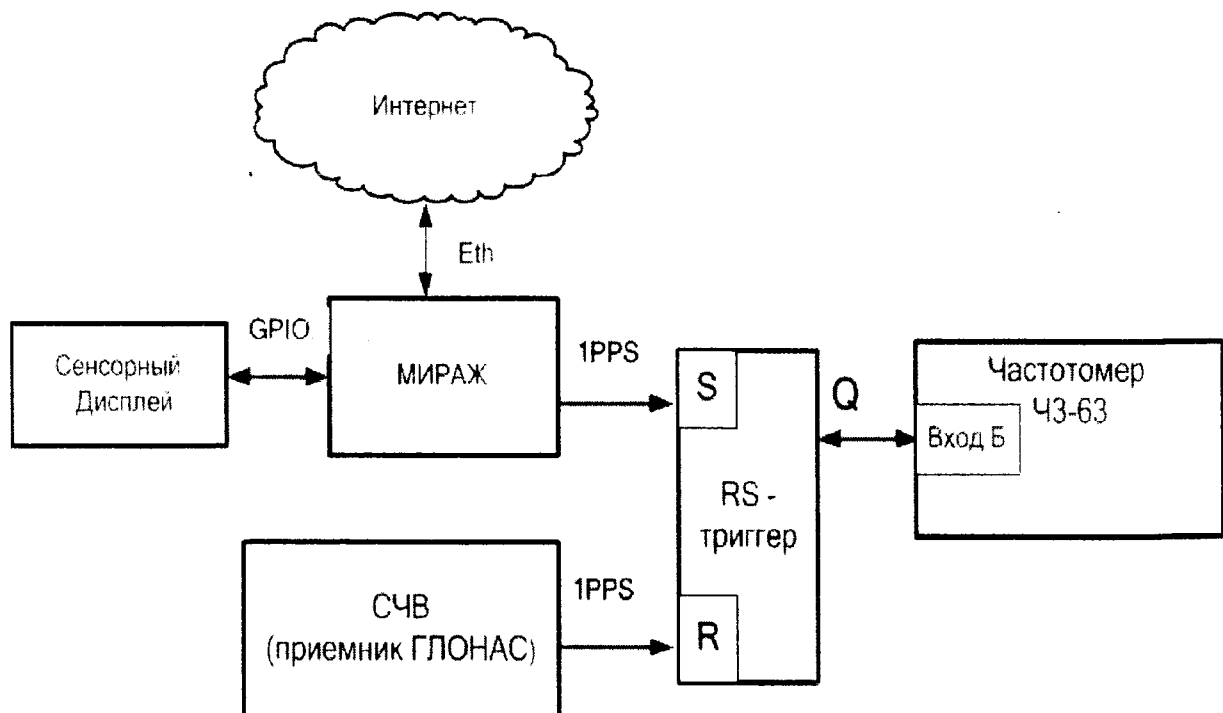

Рисунок 1 - Схема поверки
- собрать схему поверки, рисунок 1;